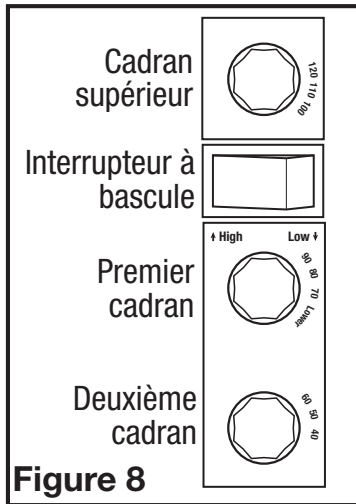

Figure 8
- Pour le réglage de 40 CFM à 60 CFM:** Placez l'interrupteur à bascule dans la position "Bas" et le premier cadran dans la position "Plus bas" puis réglez le second cadran sur le CFM requis (**Figure 8**).
- Pour les réglages de 70 CFM à 90 CFM:** Placez le commutateur à bascule dans la position «Bas» et réglez le premier cadran sur le CFM requis (**Figure 8**).
- Pour les réglages de 100 CFM à 120 CFM:** Placez l'interrupteur à bascule dans la position "Haut" et réglez le cadran supérieur sur le CFM requis (**Figure 8**).